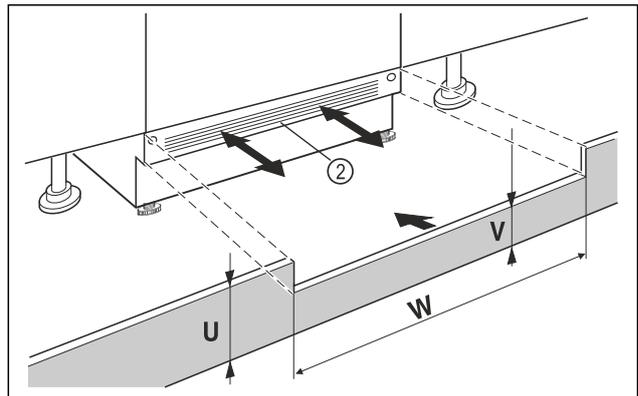

Fig. 12 Примерное изображение
- ▶ Установите цокольную панель устройства Fig. 12 (2), но еще не фиксируйте ее.
- ▶ Если цокольную панель Fig. 12 (2) видно, потяните её вперед настолько, пока передний край вентиляционной решетки не станет вровень с цокольной панелью мебели.
- ▶ Если цокольная панель Fig. 12 (2) скрыта, сдвиньте её назад как можно дальше.
- ▶ Вентиляционное отверстие должно быть полностью открытым: При необходимости следует подрезать цокольную панель мебели по высоте Fig. 12 (U)!
- ▷ Подгоните высоту переменычки Fig. 12 (W) по всей ширине ниши Fig. 12 (V) под цокольной панелью устройства Fig. 12 (2).